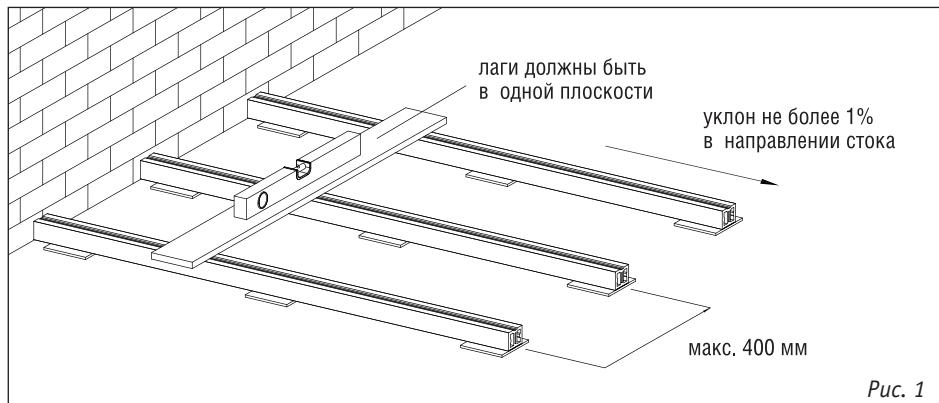

Рис. 1
- Предусмотрите уклон основания под настилом не менее 1% (1 см на 1 м пог.), в направлении стока (рис. 1). Под настилом должен быть предусмотрен хороший сток или система дренажа дождевой и талой воды;